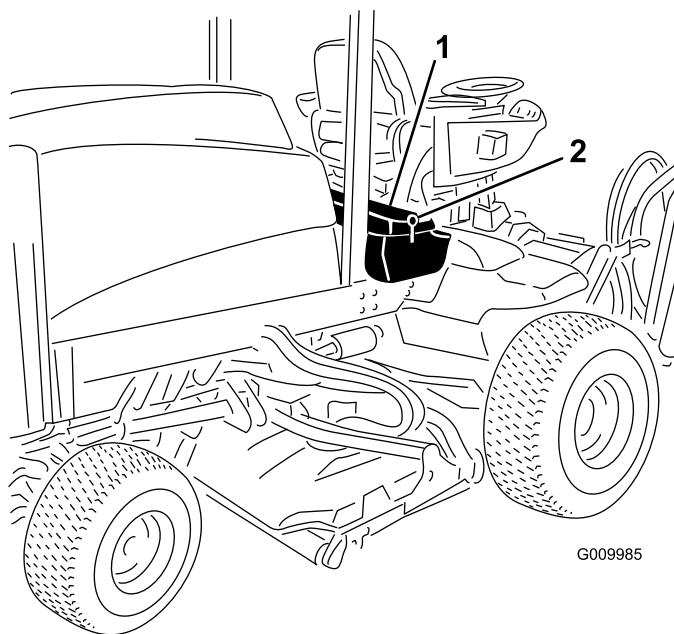

図 32
1. 運転席のコンソールパネルのラッチを外して持ち上げる図 32。